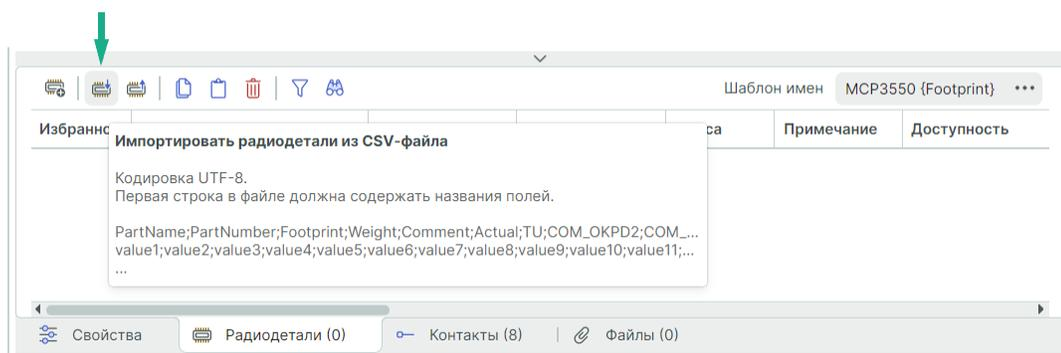

Рис. 336 Импорт данных радиодеталей с помощью csv-файла
1. Нажмите на символ «Импортировать радиодетали из CSV-файла» на вкладке «Рдиодетали» редактора компонентов, см. Рис. 336.